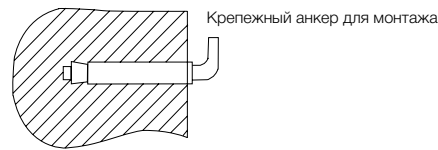

Рис. 2
- После выбора места монтажа определите места под два крепежных болта с крючками (в зависимости от спецификаций выбранного изделия). Прodelайте в стене два отверстия необходимой глубины с помощью сверла размером, соответствующим размеру крепежных болтов, вставьте винты, поверните крюк вверх, плотно затяните гайки, а затем установите на него электрический водонагреватель (см. рис. 2).